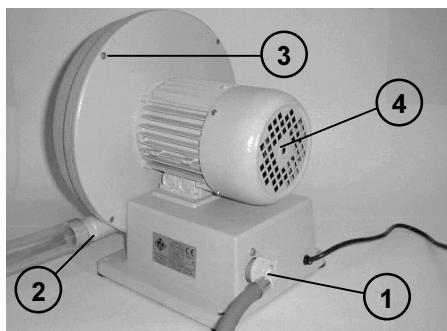
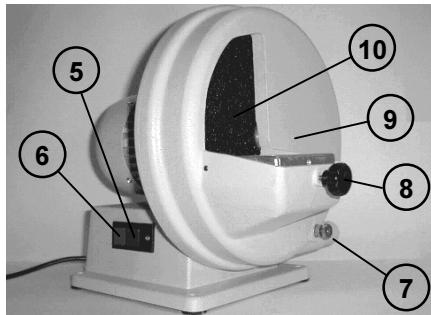

Abb. 1
Abb. 2
- a) Schlauch zum Wasseranschluß auf den Gewindestutzen (1 in Abb. 1) an der Geräterückseite stecken - nur Modell TRIM-1
- b) Schlauch zum Restwasserablaß auf den entsprechenden Anschluß (2 in Abb. 1) stecken - nur Modell TRIM-1 - und das andere Schlauchende in eine Abscheidewanne einführen oder das
- c) Absaugsystem (Gebrauchsempfehlung AIR-BOX DE GIORGI) auf den entsprechenden Anschluß (2 in Abb. 1) stecken - nur Modell TRIM ECO DISK
Zum Einschalten des Geräts die Taste "I" (5 in Abb. 2) betätigen.
Nach dem Gebrauch muß das Gerät durch Taste "O" (6 in Abb. 2) auf OFF gestellt werden.
Das Gerät ist zum Einsatz in zahntechnischen Labors konzipiert. Die zur Aufnahme des Werkstücks vorgesehene Platte (9 in Abb. 2) lässt sich über drei Bohrungen durch den Feststellknopf (8 in Abb. 2) in drei Bearbeitungswinkel schwenken ($90^\circ \pm 10^\circ$).
- Beim Betrieb des Gerätemodells TRIM ECO DISK muß der Schleifstaub durch die Absauganlage am Anschluß (2 in Abb. 1) entsorgt werden. Der Hersteller empfiehlt das Absaugsystem AIR-BOX DE GIORGI.
- a) Starttaste (5 in Abb. 2)
- b) Stopptaste (6 in Abb. 2)
Beim Einschalten des Geräts wird die Wasserzufuhr vom Anschluß (1 in Abb. 1) betätigt. Die Regelung der Wassermenge erfolgt durch den vorderen Hahn (7 in Abb. 2) (nur Modell TRIM-1).
- d) die abgenutzte Schleifscheibe (10 in Abb. 2) herausziehen (ebenfalls die Rückseite der Schleifscheibe benutzen), die neue Scheibe einschieben, die vordere Schraube bei gekonterter Motorwelle festdrehen und dann die Schutzhülle wieder einbauen.